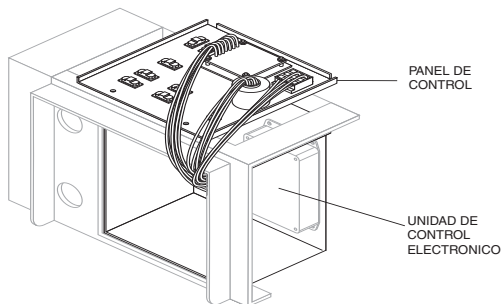

Figura 34. Jalando el panel de control
2. Jale inclinadamente y lento el panel de control y colóquelo en la parte superior de la caja para tener acceso al interior de la caja. Consulte la Figura 34.